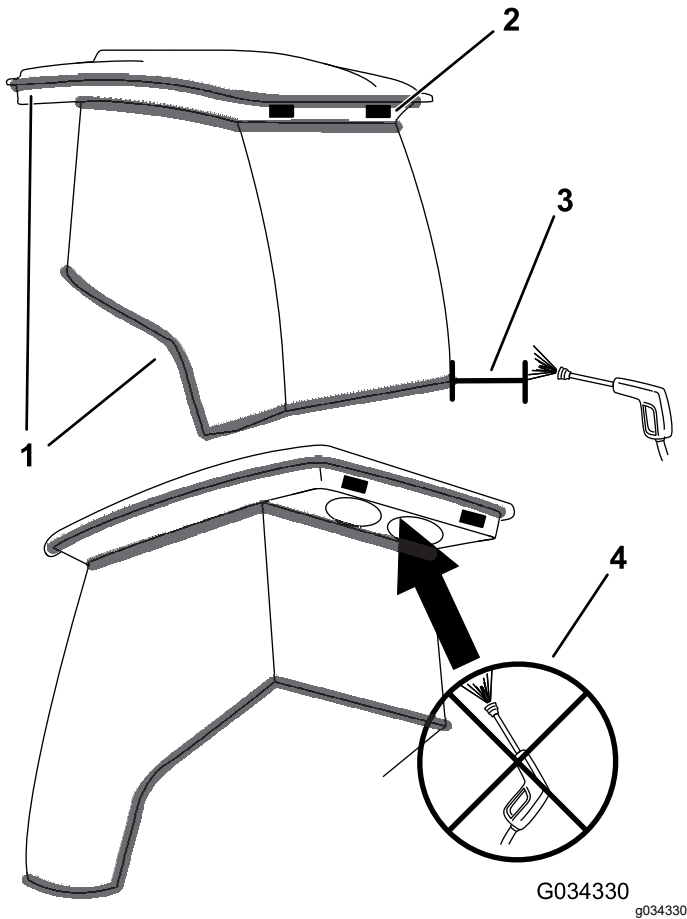

Figure 101
**Important:** Faites attention près des joints de la cabine et des éclairages (Figure 101). Si vous utilisez un nettoyeur haute pression, n'approchez pas le jet à moins de 60 cm de la machine. N'utilisez pas le jet haute pression directement sur les joints et les éclairages de la cabine ni sur l'avancée arrière.